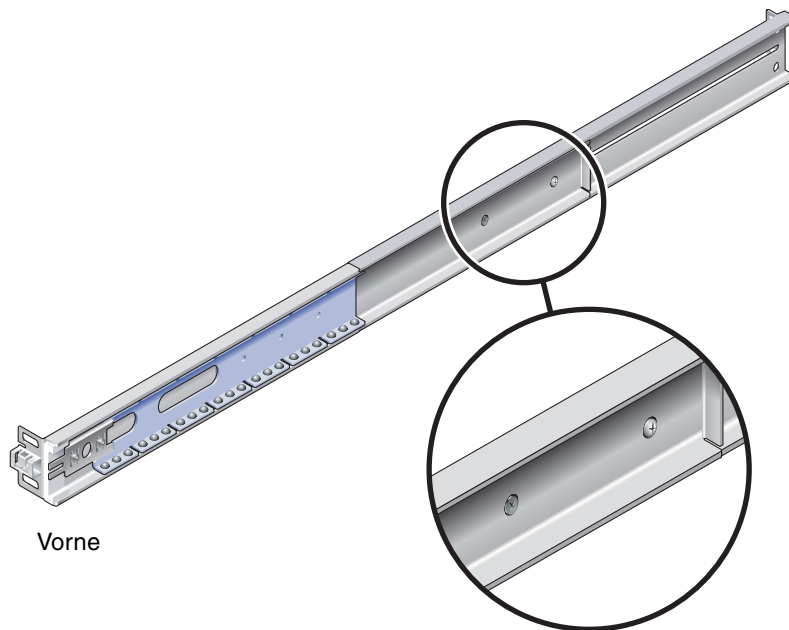

ABBILDUNG 2-4 Halteschrauben an der Schiene
3. **Lockern Sie die beiden Halteschrauben (ABBILDUNG 2-4) an jeder Schiene um ca. eine Viertelumdrehung.**
- b. Schieben Sie zur Anpassung der Schienenlänge das Hinterteil bis an die Außenkante des hinteren Rack-Ständers. Ziehen Sie die Halteschrauben dann fest (ABBILDUNG 2-4), um die Schienenlänge zu fixieren.